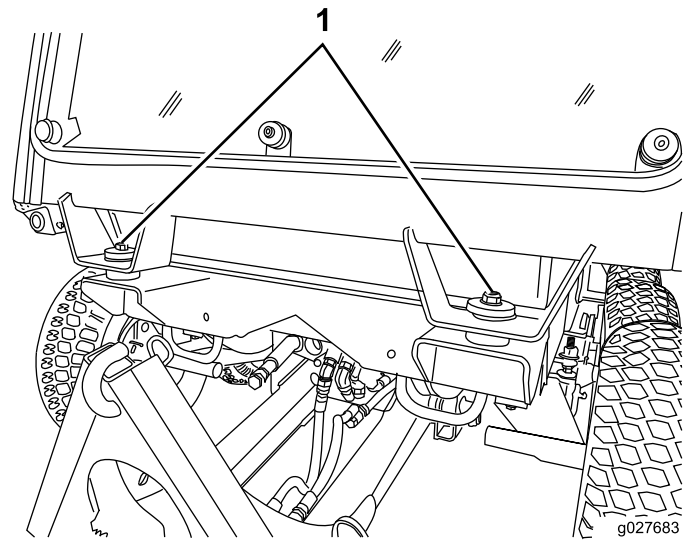
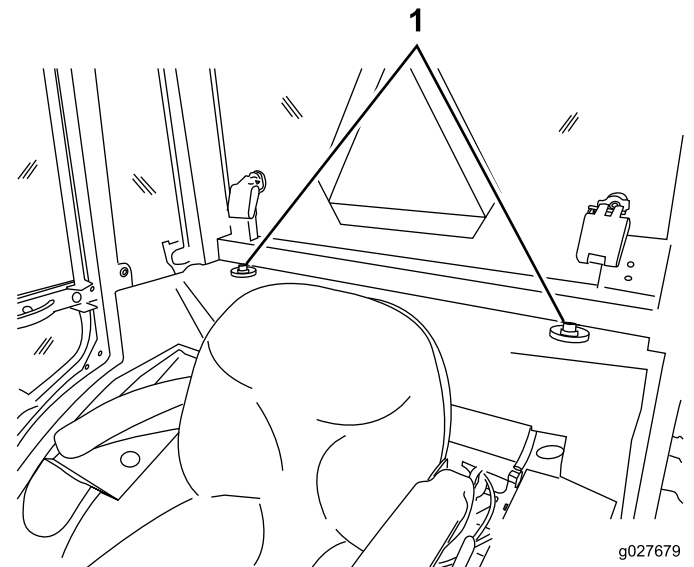

図 63
図 64
5. キャブの前後の取り付け位置 図 63 と 図 64 を探し出す。